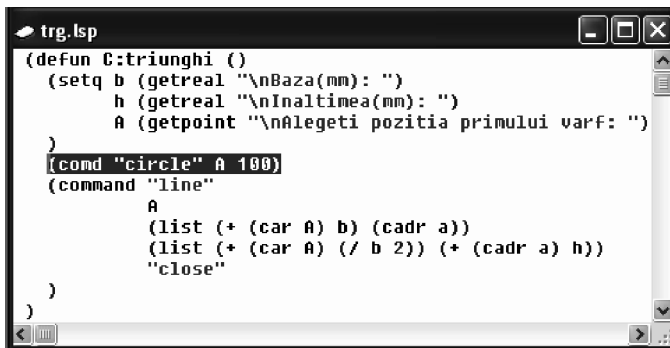

Fig. 12.10 Plasarea celor doi marcatori
2. Se plasează doi marcatori *Breakpoint* în două puncte cheie ale codului: la sfârșitul secvențelor **setq** și **command** – vezi Fig. 12.10.